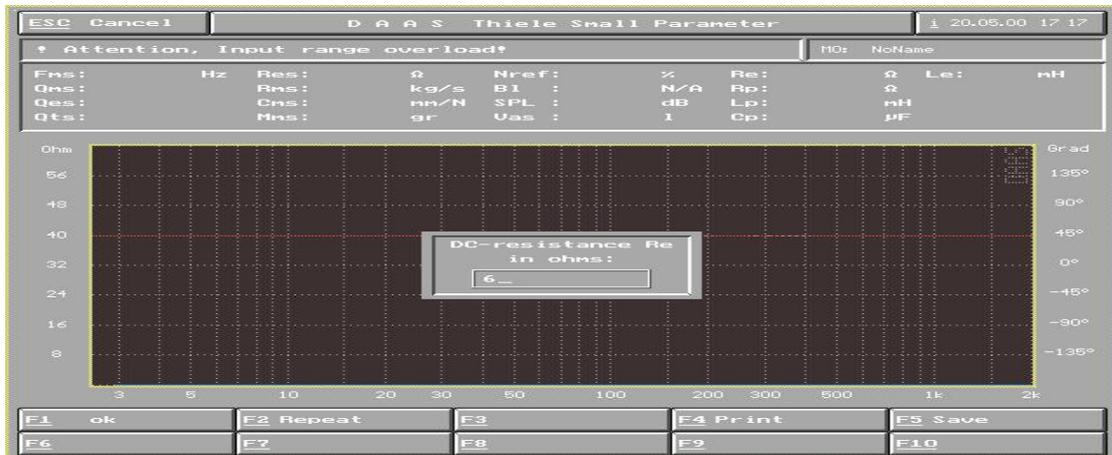
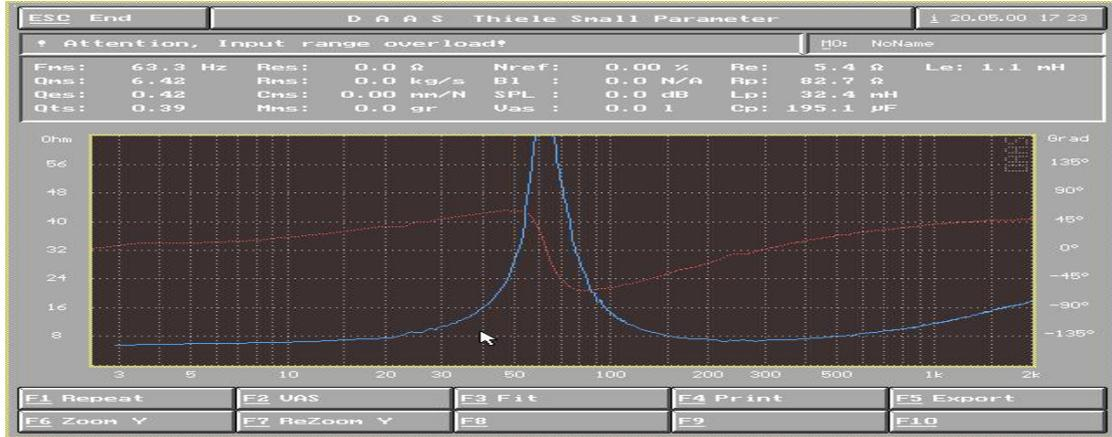

图 28
图 29
- 6) 在中央询问框输入扬声器为直流电阻 (图 28) 后确定即得到扬声器 F_{ms} 值及 Q_{ts} 值 (图 29)
- 7) 若要继续测得 VAS 值, 在图 29 中点按 F2 VAS 键